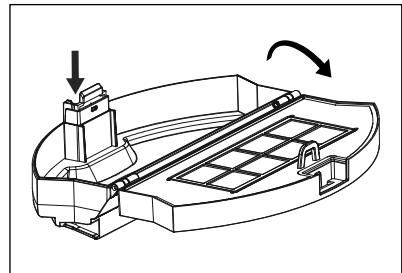

Fig. 8
- 2) Pulse el botón de desencastre ⑮ del depósito de polvo ⑮ y ábralo (consulte la fig. 8).